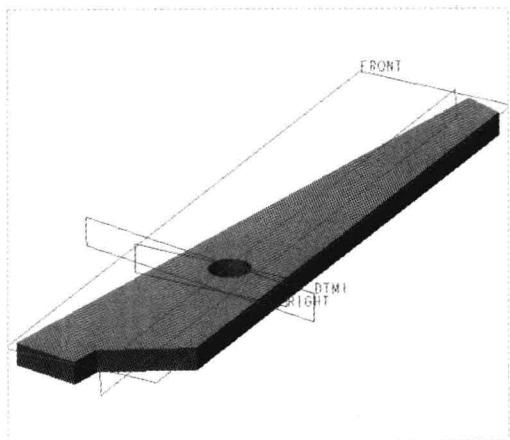

图 15-53 新建平面 1
Step 04 单击“确定”按钮，即可新建一个名为 DTM1 的平面，如图 15-53 所示。